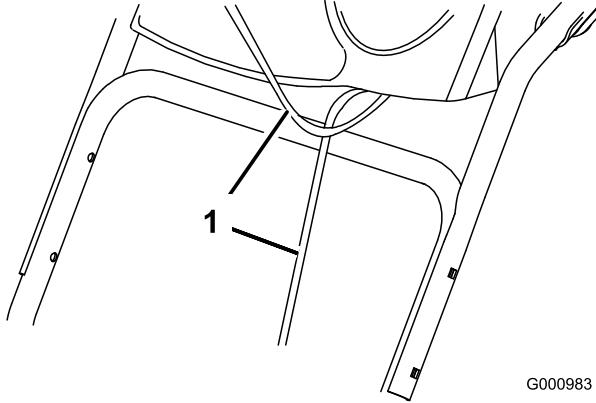

Figura 3
- Sollevate il gruppo stegola superiore, giratelo e posizionate lo sopra la stegola inferiore (Figura 3).